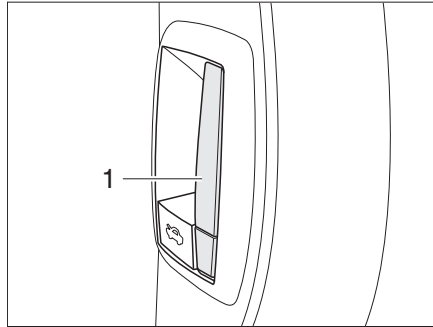

Fig. 29 Bouton de déverrouillage intérieur du capot moteur
- Tirer le levier (Fig. 29,1) du tableau de bord côté conducteur. Le capot moteur s'ouvre jusqu'en butée du crochet de sécurité.